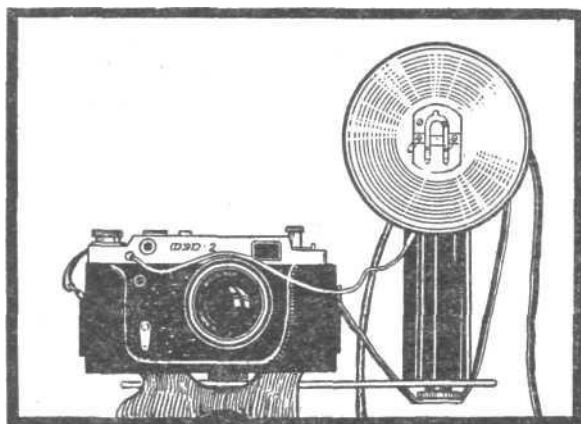

Рис. 14.
При неблагоприятных условиях съемки может возникнуть потребность в использовании мощных источников света—ламп-вспышек. Затвор фотоаппарата снабжен синхронизатором, связывающим момент вспышки лампы с работой затвора. Синхронизатор рассчитан на применение ламп-вспышек одноразового и многократного действия, время инерции которых находится в пределах  $\pm 1$  миллисекунды. Лампа-вспышка присоединяется к штепсельному гнезду аппарата (7) специальным проводником с наконечником (рис. 14).
Осветитель лампы-вспышки обычно крепится специальной планкой к штативной гайке фотоаппарата (рис. 14), но может быть укреплен и в отдалении, в зависимости от длины проводника, которым соединяется с фотоаппаратом. Синхронизатор фотоаппарата ФЭД-2 имеет блокировочное устройство, разрывающее электрическую цепь во время завода затвора. Съемка с лампами-вспышками возможна только при выдержке 1/25 сек., так как только при этой выдержке происходит полное открывание кадрового окна фотоаппарата. Фотографирование с лампами-вспышками производите в соответствии с инструкциями, прилагаемыми к лампам.